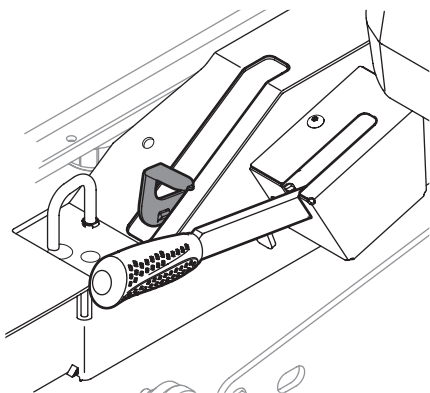

Figure 4-6
- Déplacez le levier de dérivation des transmissions (a) vers le haut et tirez-le complètement vers l'arrière pour engager les soupapes. Voir Figure 4-6.